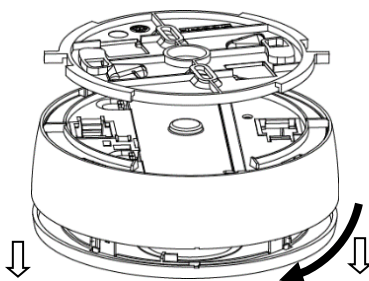

Figura 13
1. Retire el detector del soporte de montaje girándolo en sentido antihorario (ver la Figura 13).